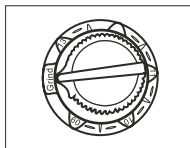

Рис. 3
1. Режим шлифовки GRIND используется при обработке металла абразивными и шлифовальными кругами. В данном положении светофильтр выключается. Переключите регулятор в положение «GRIND» на внешнем регуляторе (см рис. 3).